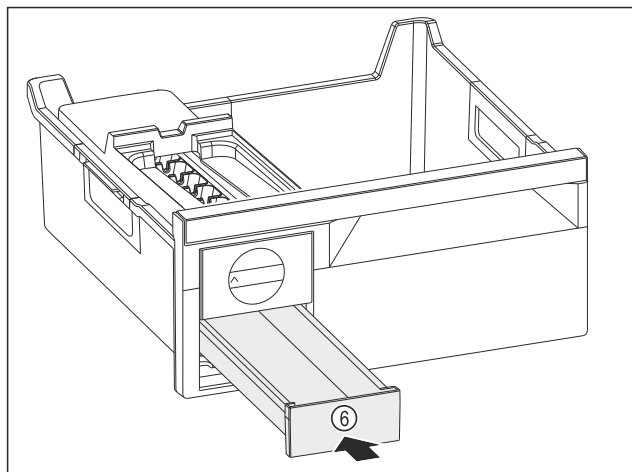

Fig. 109
- Eiswürfelschubfach Fig. 109 (6) einschieben.